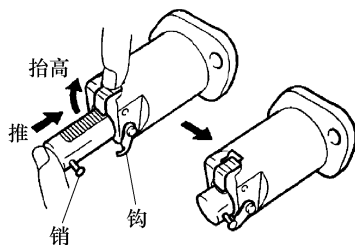

图 1-193 安装链条张紧器
① 松开棘轮爪, 然后将柱塞完全推入并将卡钩钩住销, 以使柱塞保持在如图 1-193 所示位置。
② 用 2 个螺母安装新垫片和链条张紧器。
③ 按逆时针方向转动曲轴, 然后从卡钩